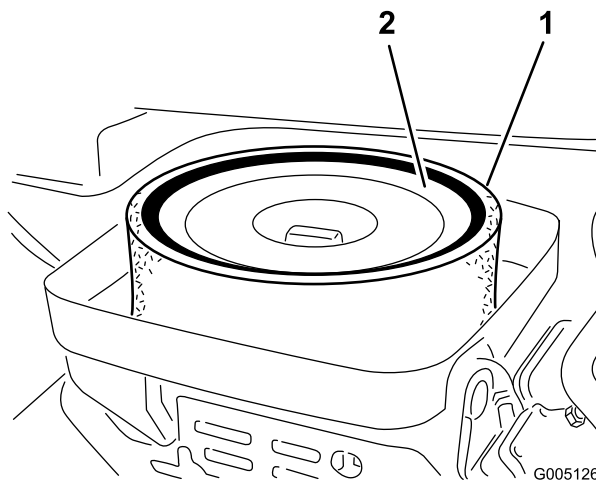

Figura 48
3. Se o elemento de esponja se encontrar sujo, deverá retirá-lo do elemento de papel (Figura 48). Limpe cuidadosamente da seguinte forma: